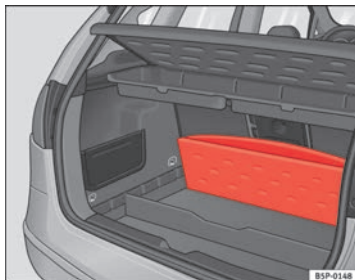

Fig. 105 Couverture du coffre à bagages pliable
- Levez le plancher du coffre à bagages et repliez-le entièrement vers l'arrière ⇒ fig. 105.